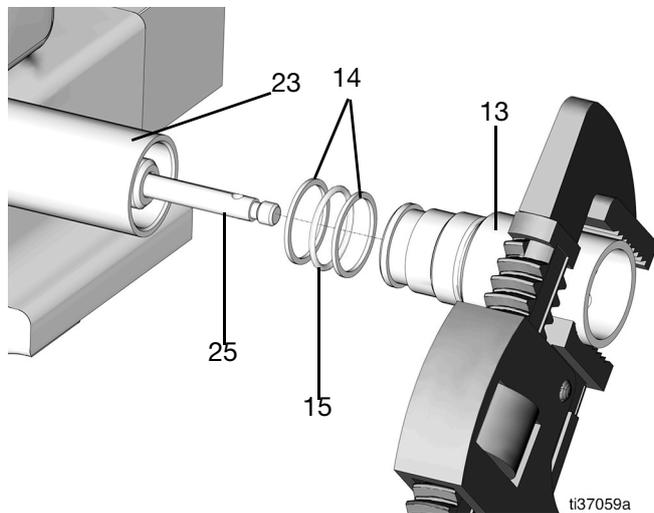

FIG. 63
20. Replacer les deux bagues d'appui (14) et le joint torique (15) du tube shovel (13) et graisser légèrement (FIG. 63).
21. Placer le tube shovel (13) dans le tube du bas de pompe (23) et serrer (couple 32 pi.-lb/43,4 N•m) (FIG. 63).